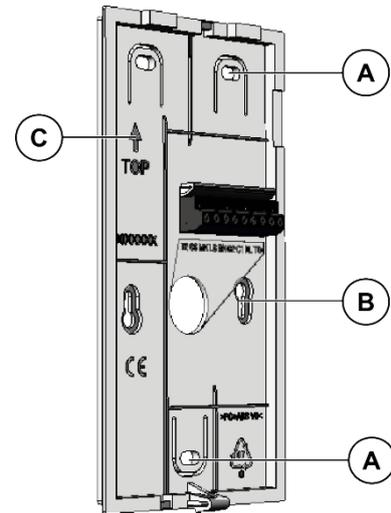

Abb. 2: Unterschale montieren
- ▶ Setzen Sie eine Unterputzdose in der Wand, wo das Gerät positioniert werden soll (Abb. 2).
- ▶ Montieren Sie die Unterschale mit mindestens 3 geeigneten Schrauben (Abb. 2).
Beachten Sie die Einbaulage der Unterschale. Die Einbaulage ist in der Unterschale durch einen Pfeil und die Bezeichnung TOP markiert (Abb. 2).